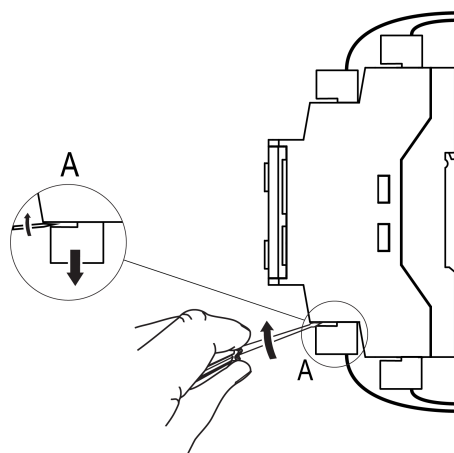

Рисунок 4.3 – Відокремлення знімних частин клем
2. Відокремити від пристрою знімні частини кожної з клем разом з підключеними зовнішніми лініями зв'язку за допомогою викрутки або іншого відповідного інструменту (див. рисунок 4.3).